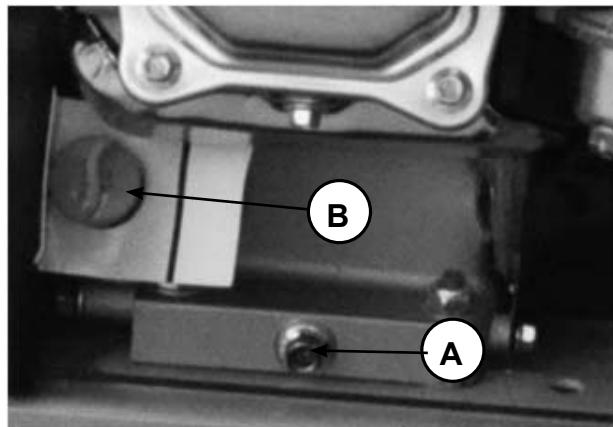

Рис.25
Открутите пробку для слива масла (A) Рис.25 Извлеките крышку/щуп (B) из маслозаливной горловины. Полностью слейте масло. Закрутите сливную пробку. Залейте чистое рекомендованное масло до необходимого уровня. Установите крышку/щуп в маслозаливную горловину. Заведите двигатель и дайте поработать 1 мин. Заглушите двигатель и еще раз проверьте уровень масла.